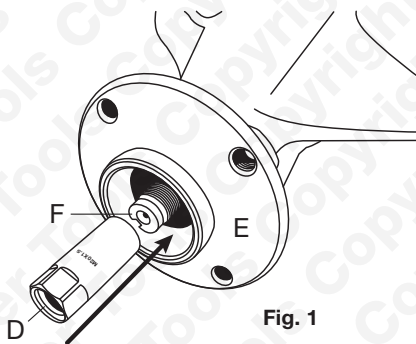

Fig. 1
- Atornille el adaptador adecuado D (consulte la lista) en el extremo roscado del eje de transmisión (Fig. 1).